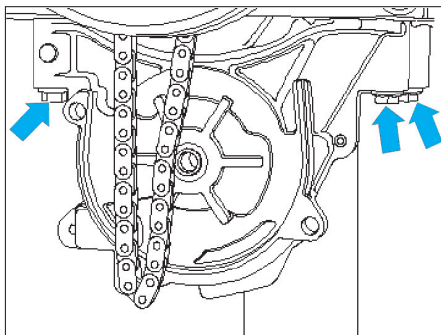

Fig. 17
- Déposer les vis (flèches) de la pompe à huile puis cette dernière (Fig.17).